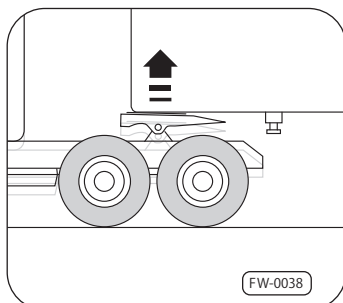

図5 エア・サスペンション・システムで上げる
6. セミ・トレーラーが図5の様に若干上がるくらいまでエア・サスペンションのシステムを利用して第5輪を持ち上げて下さい。